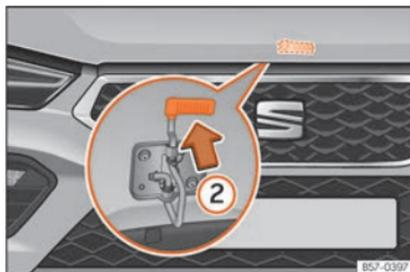

Fig. 219 Came baixo o capou.
- Para levantar o capô faça pressão para cima sobre a alavanca situada debaixo do capô »» Fig. 219 ②. O gancho de fixação fica desbloqueado.